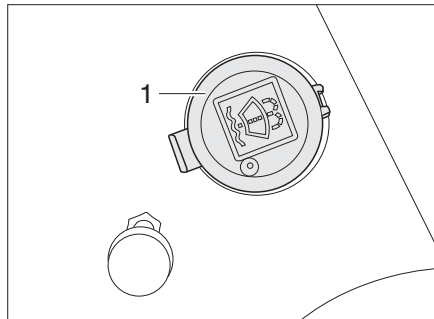

Bild 31 Einfüllstutzen Waschwasserbehälter
- Den Deckel (Bild 31,1) vom Einfüllstutzen des Waschwasserbehälters abnehmen.